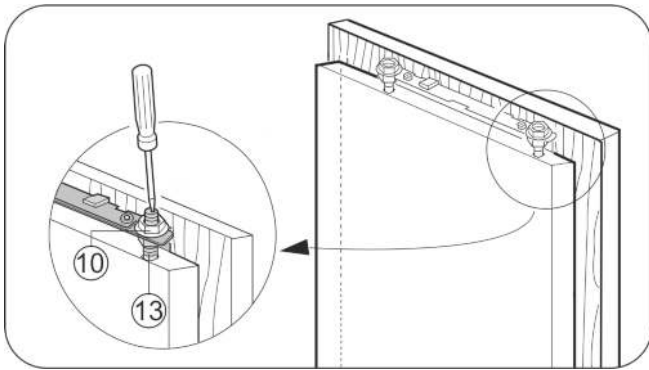

Fig. 30
- ▶ Kontermuttern Fig. 30 (10) mit dem einem Sechskantschlüssel 13 festziehen, dabei Justagebolzen Fig. 30 (13) mit einem Schraubendreher gehalten.